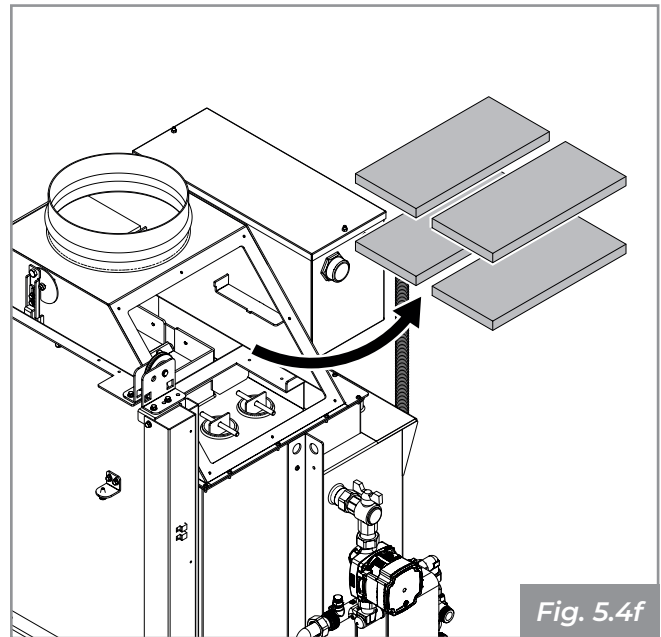

Fig. 5.4f
- Extraire les quatre déflecteurs de fumée en magnofix et éliminer les résidus de suie (**Fig. 5.4f**) ;